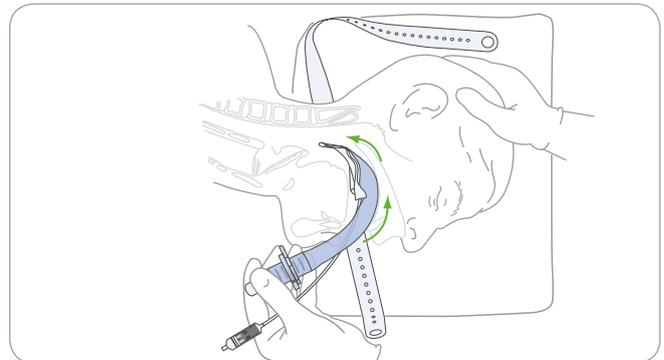

Abbildung 11. Das Produkt mit einer drehenden Bewegung tiefer einführen und dabei Druck auf die Konturen des harten und weichen Gaumens ausüben
9. Die Maske wird leicht diagonal eingeführt (die Spitze zeigt von der Mittellinie weg) (siehe **Abbildung 11**).